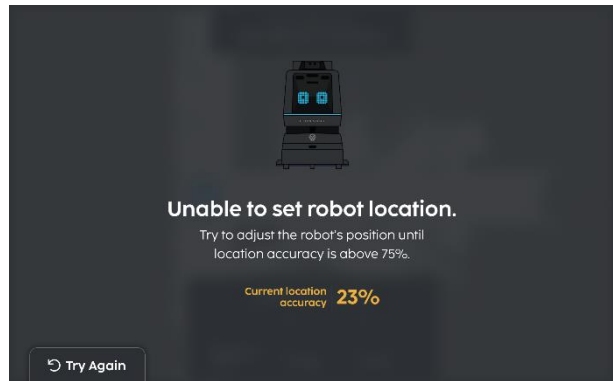

Fig. 5
4. Indien de lokalisatie mislukt is, selecteer dan "Probeer opnieuw" (Fig 5).